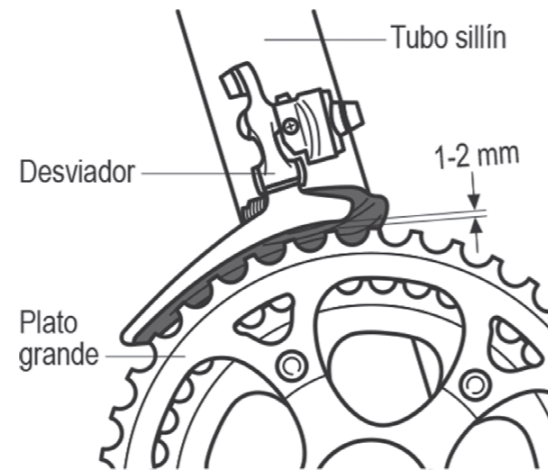

Figura 1
1. Asegurarse que entre el desviador y el plato grande hay entre 1-2 mm. Ver figura 1.